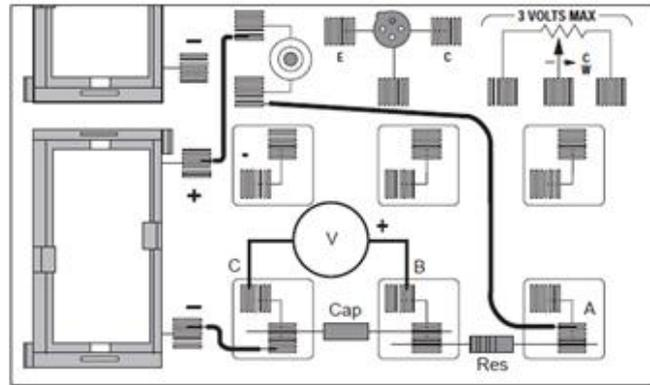

Figura 7.1: Esquema de montagem do circuito.
1. Monte o circuito mostrado na Figura 7.1, usando um resistor de  $10\text{ k}\Omega$  e um capacitor de  $330\ \mu\text{F}$ . Note que o capacitor possui uma polaridade. O polo negativo é indicado por flechas. O lado positivo geralmente é o que possui um estrangulamento. Ao montar o circuito conecte o lado negativo do capacitor ao negativo da fonte.
2. Conecte o Multímetro Digital de modo que o polo negativo (preto) fique ligado ao lado negativo do capacitor. Configure o multímetro para uma leitura máxima de 2 V DC. Caso o multímetro acuse alguma leitura, isso significa que há carga no capacitor. Será necessário descarregá-lo! Para isso ligue o capacitor em série com o resistor. Você pode usar um pedaço de fio para fazer isso (Conecte as extremidades do fio aos pontos A e C mostrados na Figura 7.1 para descarregar o capacitor). Agora a leitura no multímetro deverá ser zero.